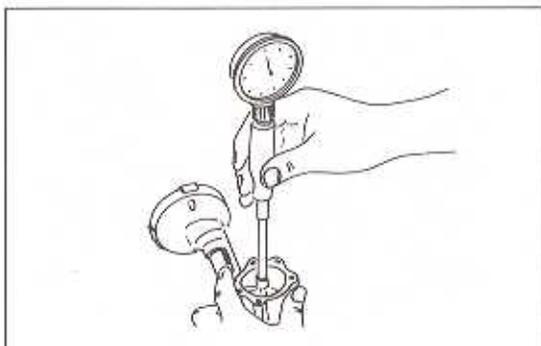

Bild 144
- Das Axialspiel der Rotoren im Gehäuse feststellen. Dazu ein Stahlblech auf die Deckelfläche legen und mit der Blattlehre das Spiel feststellen (Bild 144).